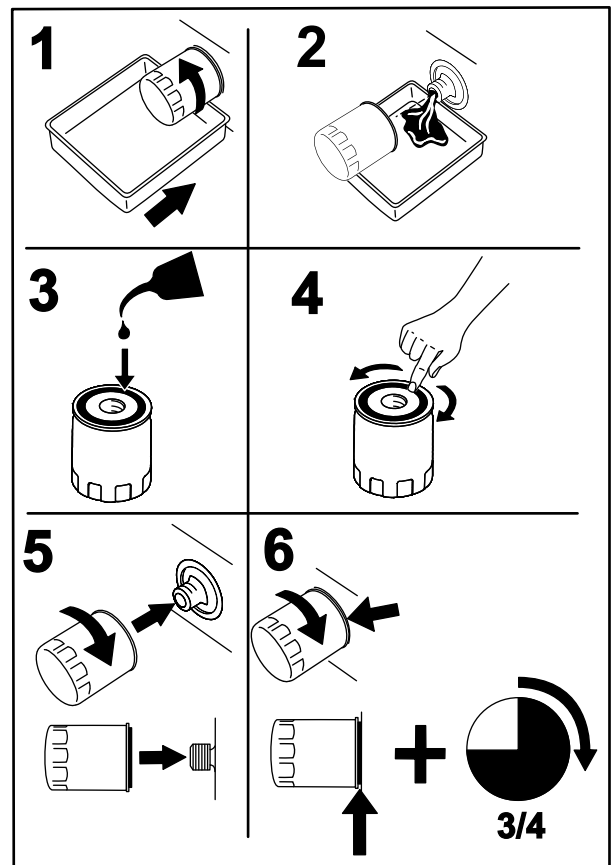

Bild 51
2. Wechseln Sie den Motorölfilter (Bild 51).